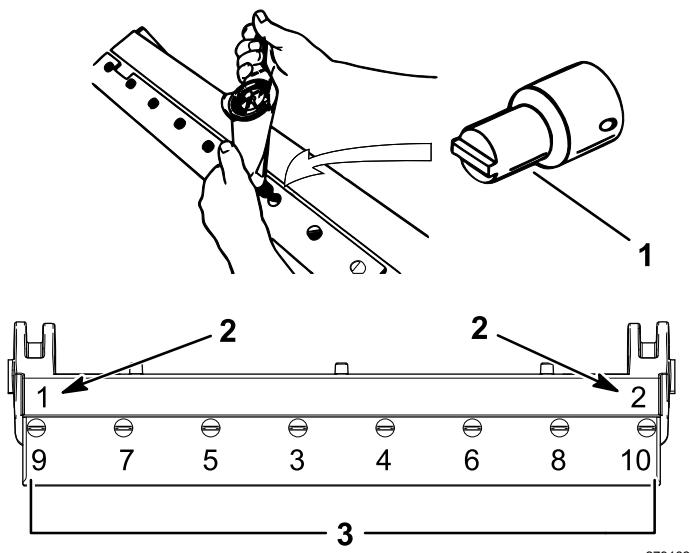

Figura 40
4. Serrate le 2 viti esterne a 1 N·m; fate riferimento alla Figura 40.
5. Partendo dal centro della controlama, serrate le viti a 23–28 N·m; fate riferimento alla Figura 40.